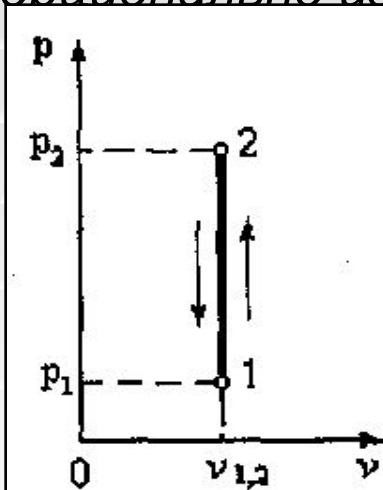

Рис. 4.1
- Изохорным называется процесс, проходящий при постоянном объеме. Кривая процесса называется изохорой (рис. 4.1, 4.2).